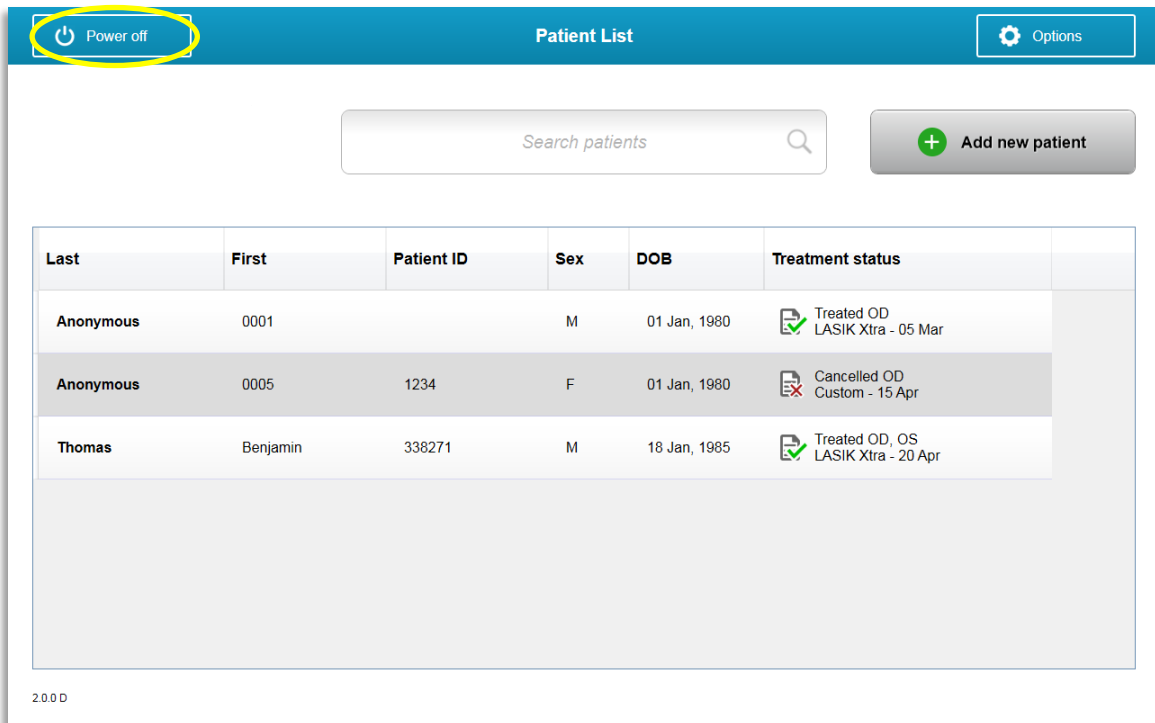

Figura 3-47. Selezione dello “spegnimento”
- Selezionare “Power Off” (Spegnimento) nella schermata Patient List (Elenco pazienti), come mostrato nella Figura 3-47.